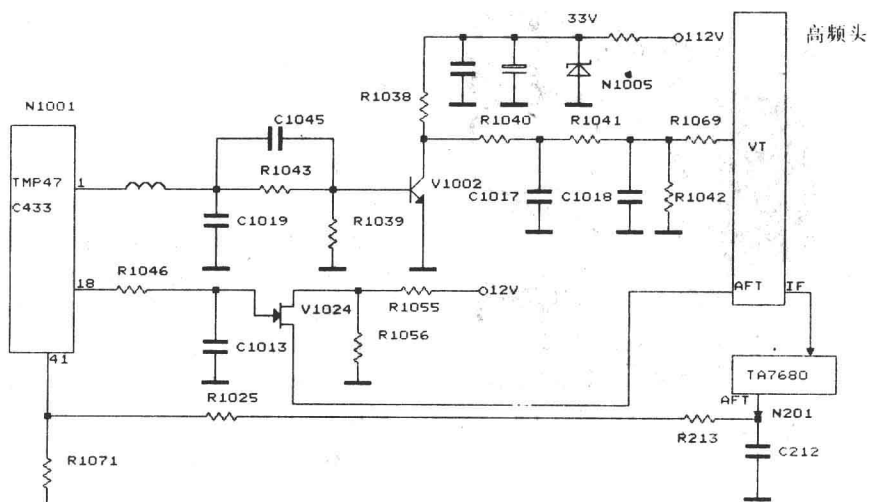

图 1
分析维修:如图 1 所示,在 N1001 的①脚→V1022→高频头 V_T→N201→N1001 的⑩脚→V1024→高频头 AFT→N201 这个闭合环路中 N1001 的④脚接收 AFT 信号,自⑩脚输出,通过 V1024 供高频头 AFT 端,在 VHF 频段可以正常接收电视信号说明这一部分电路应无故障。N1001 的①脚送出 V_T 脉冲信号,经 V1022 及滤波网络放大,平滑滤波变换为直流 V_T 电压,因看不出有波动,似乎也可以排除这部分电路故障,而高频头三个频段均能收到节目也不应有问题。但是跑台只能是高频头频率偏移引起的。故障原因有三。